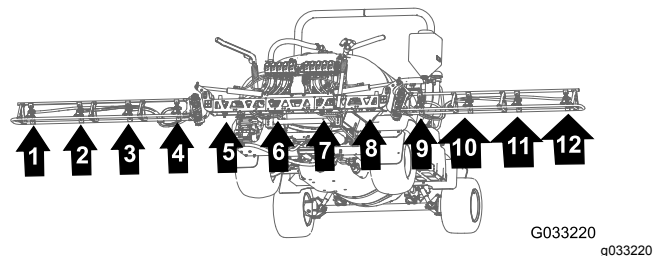

図 141
1. 散布ノズル1、2、3、4番用のホースを、センターブームの左端にあるR クランプに通す 図 141 と 図 142。
2. 散布ノズル7、8、9、10番用のホースを、センターブームの右端にあるR クランプに通す 図 141 と 図 142。
3. 図 141と図 142のように、給液ホース279cmとバーブ付きホースシャंक3/4"をブームに沿って散布ノズル-10番へ配設する。
4. 図 141と図 142のように、給液ホース234cmとバーブ付きホースシャंक3/4"をブームに沿って散布ノズル29番へ配設する。
5. 図 141と図 142のように、給液ホース188cmとバーブ付きホースシャंक3/4"をブームに沿って散布ノズル3番と8番へ配設する。
6. 図 141と図 142のように、給液ホース188cmとバーブ付きホースシャंक3/4"をブームに沿って散布ノズル4番と7番へ配設する。